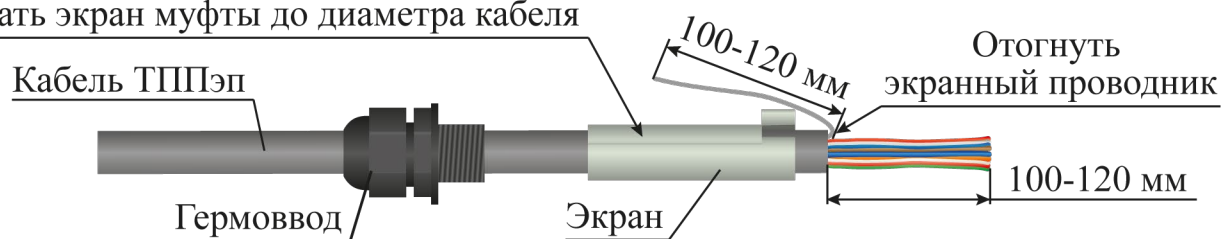

Рисунок 4.17
– надеть на оболочку одной части ремонтируемого кабеля в следующей последовательности: гермоввод, экран муфты соединительной (рисунок 4.17);
– снять оболочку со свободного конца кабеля ТППЭп (с кабеля ТППБэп снять белую и черную оболочки) длиной 100 - 120 мм (рисунок 4.17);
– экранированный проводник отвести в сторону (рисунок 4.17);